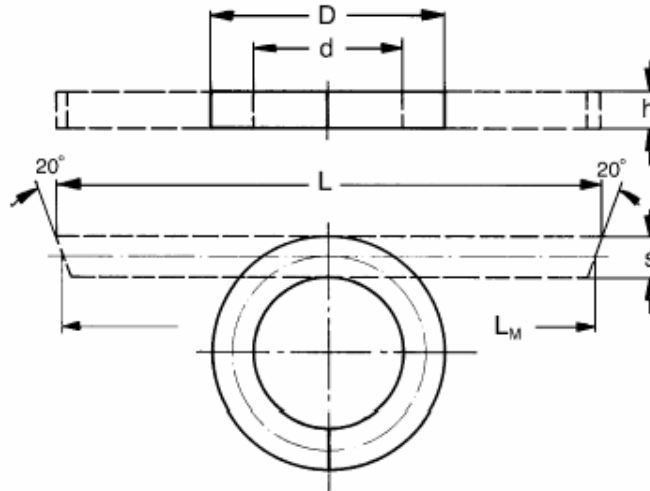

Рис.9
-Плотно оберните набивку вокруг сердечника рис.9, который должен быть одного размера с валом насоса или втулкой вала. Число витков должно быть достаточным для заполнения набивочной камеры сальника. Разрежьте набивку по одной стороне для формирования отдельных колец